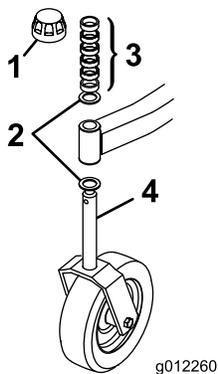
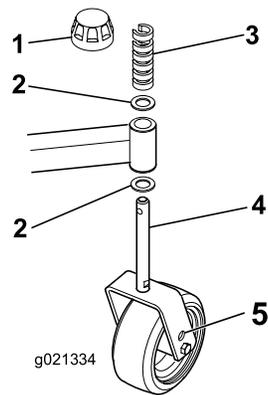

Figure 2
Figure 3
1. Retirez les chapeaux de tension des axes de pivots et retirez les entretoises et les rondelles de butée (Figure 2 Figure 3).